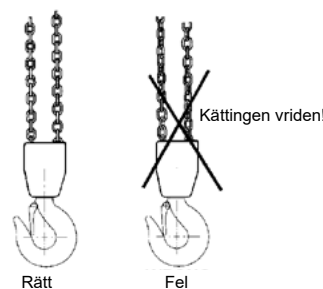

Fig 3 Kättingen får ej vara vriden
- Lastkättingen får inte ha kinkar och ej heller vara vriden. För 2-eller flerpartigt lyftblock finns risken att kättingen blir vriden genom att underblocket råkar bli vänt igenom kättingslingan – oftast vid ommontering eller flyttning av lyftblocket mellan olika arbetsställen. Se fig 3.